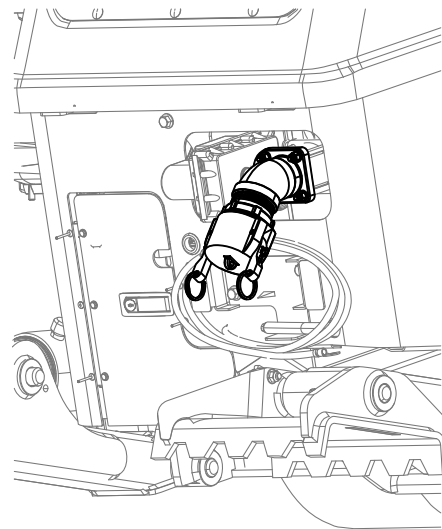

Figure 62
1. Levez les leviers de verrouillage à came sur le bouchon d'entrée de la pompe et déposez le bouchon (Figure 62).